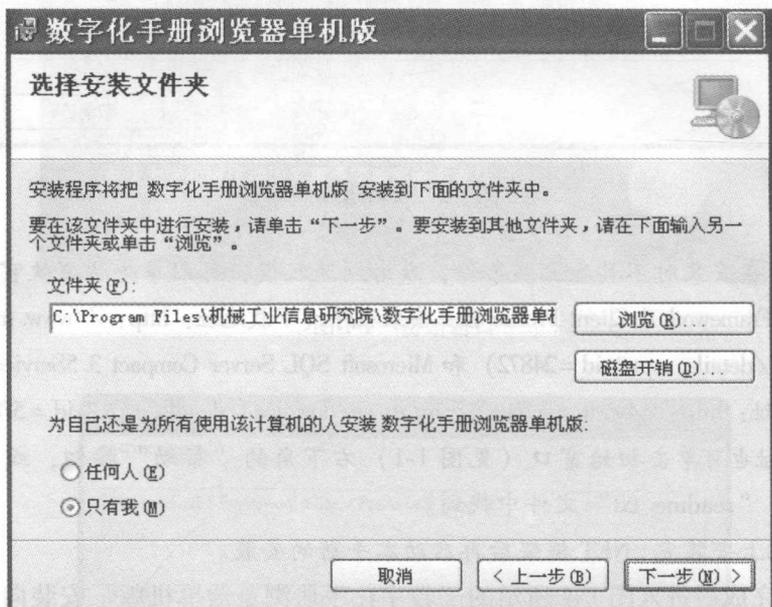

图 1-5 “选择安装文件夹”窗口
5) 进入图 1-5 所示的“选择安装文件夹”窗口。系统推荐的安装目录是“C: \ Program Files \ 机械工业信息研究院 \ 数字化手册浏览器单机版”，如果同意安装在此目录下，单击“下一步”按钮。如果希望安装在其他的目录中，单击“浏览”按钮，在弹出的对话框中选择合适的文件夹后，并根据具体情况选择浏览器是个人使用还是所有人使用，然后单击“下一步”按钮。如果用户的计算机不允许安装在系统推荐的安装目录“C: \ ”下，可将 C 改为 D 或其他分区下面。